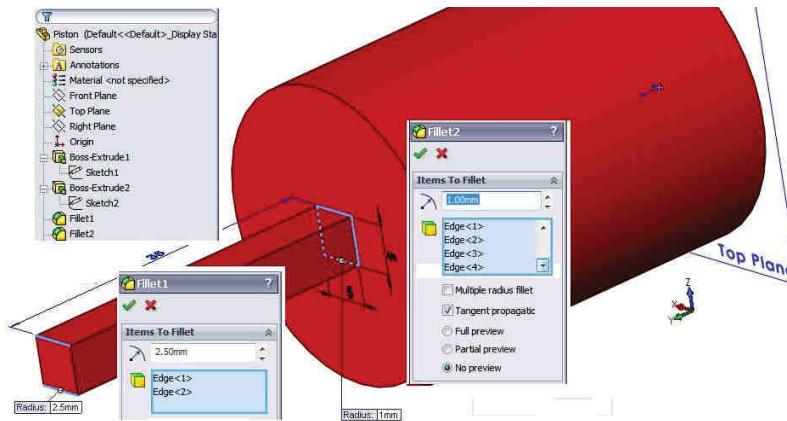

Fig. 17.17
Asupra entității **Boss-Extrude2** se vor aplica două racordări cu razele R2.5 respectiv R1, fig. 17.17.
- Selectie două muchii din fig. 17.17.
Procedura se va repeta și pentru cele patru muchii de rază R1, fig. 17.17.
Two fillets with R2.5 and R1 radius will be applied to the **Boss-Extrude2** feature, fig. 17.17.
- Select the two edges from fig. 17.17.
Repeat the procedure to the R1 fillet, applied to the four edges from fig. 17.17.